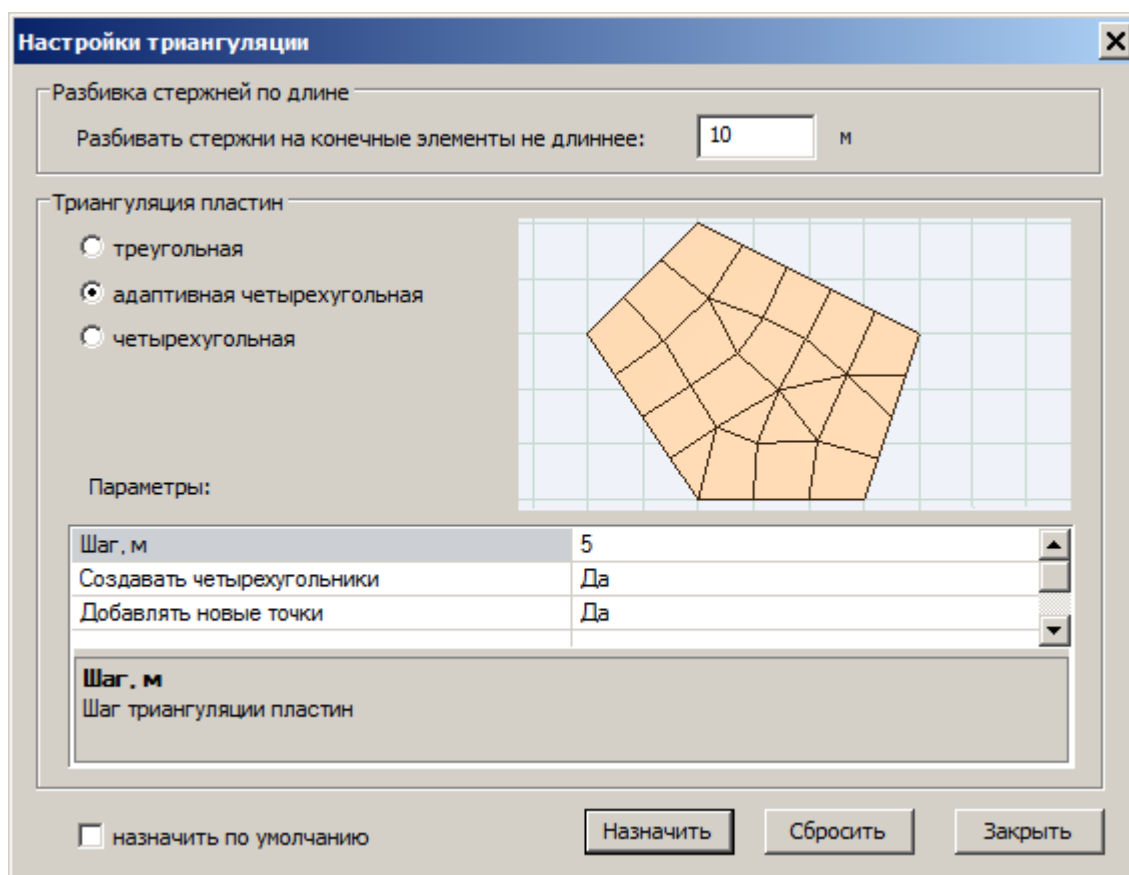

Рис.23.28. Диалоговое окно **Настройки триангуляции**
- Вызовите диалоговое окно **Настройки триангуляции** (рис.23.28) щелчком по кнопке  - **Настройки** (панель **Расчетная модель: триангуляция** на вкладке **Аналитика**).